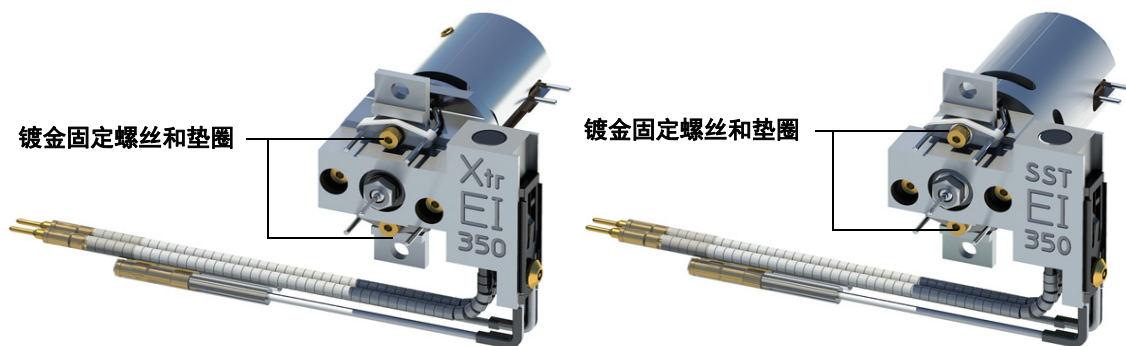

图 49 更换灯丝
- 4 拆下灯丝的镀金螺钉和垫圈。（请参阅图 49（第 157 页）。）
- 5 使用镀金螺钉和垫圈固定新灯丝。（请参阅图 49。）